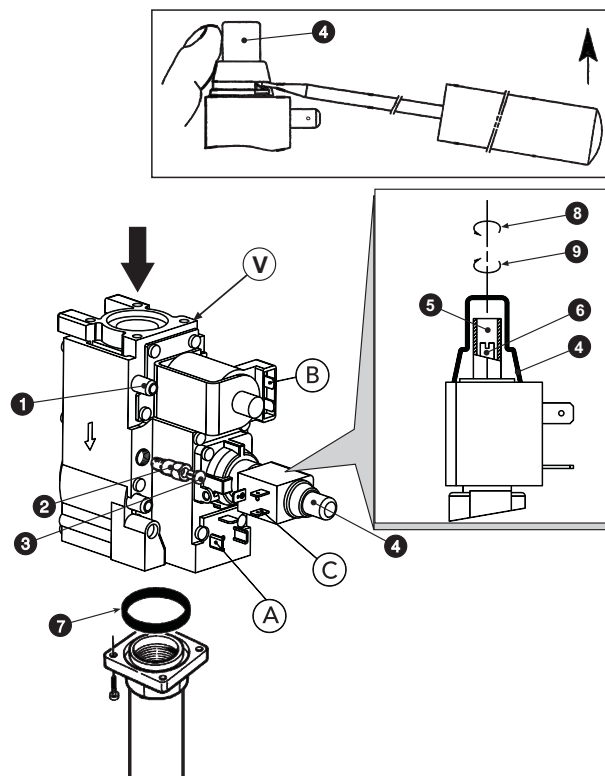

fig. 4 - Cambio de gas
La presión se debe ajustar, con la caldera en marcha, mediante el regulador de presión de las válvulas de gas de dos etapas (ver fig. 4).
3. Quitar la tapa de protección del regulador de presión 4 (fig. 4).
1. Girar lentamente el mando del termostato de regulación en sentido horario hasta percibir el primer clic; de esta manera, la válvula del gas se alimenta únicamente por las conexiones A y B (ver fig. 4).
2. Girar el tornillo 6 de la fig. 4 controlando que la presión sea la indicada en la tabla de datos técnicos del sec. 5.4.
1. Girar el mando del termostato de regulación hasta el valor máximo; la válvula del gas se alimentará por las conexiones A, B y C (ver fig. 4).
2. Girar el tornillo 5 de la fig. 4 controlando que la presión sea la indicada en la tabla de datos técnicos del sec. 5.4.
2. Quitar el tapón 3 (fig. 4) de la válvula del gas, enroscar en la válvula el regulador "STEP" de encendido 2, incluido en el kit de transformación, y colocar el tapón 3 en el regulador.
Efectuar las operaciones descritas precedentemente prestando atención en quitar el regulador "STEP" de encendido 2 de fig. 4 de la válvula gas; el tapón 3 de fig. 4 se ha de montar directamente en la válvula.